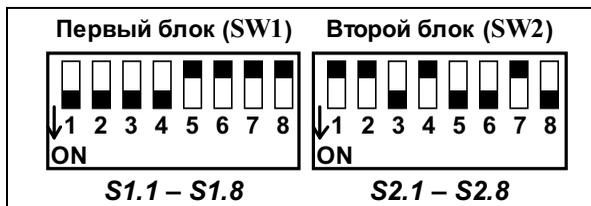

Рис. 8. Вид микропереключателей модема
Режим работы приемника и передатчика модема устанавливается с помощью микропереключателей. Микропереключатели расположены в окне на боковой стенке модема (Рис. 8). Микропереключатели обеспечивают:
Обозначение «S2.3» означает – «микрорелепереключатель 3 второго блока». Каждый из шестнадцати микрорелепереключателей модема имеет два положения: **On** и **Off**. На Рис. 8 приведена заводская установка микрорелепереключателей. Назначение микрорелепереключателей приведено ниже (см. Таблица 1).
Установка скорости синхронного обмена осуществляется микропереключателями S2.1 и S2.2, см. Рис. 8. Скорость обмена модема должна соответствовать скорости обмена ООД (DTE).
2. Установить замыкатель линейного тракта в розетку RJ-45 на задней стенке модема, а микропереключатели на боковой стенке, в соответствии с заводской установкой см. Рис. 8 на стр.12.
После подключения модемов к физической линии необходимо произвести их настройку. Настройка модемов заключается в определении и установке оптимального коэффициента ослабления приемника модема путем подбора положения микропереключателей S1.1...S1.4 при заранее установленных микропереключателях S1.6, S2.1, S2.2 (см. Рис. 8). Настройке подлежат оба модема, образующих канал связи. Для осуществления процедуры настройки необходим омметр с пределом измерения 0...1000 Ом и питанием от гальванических элементов.